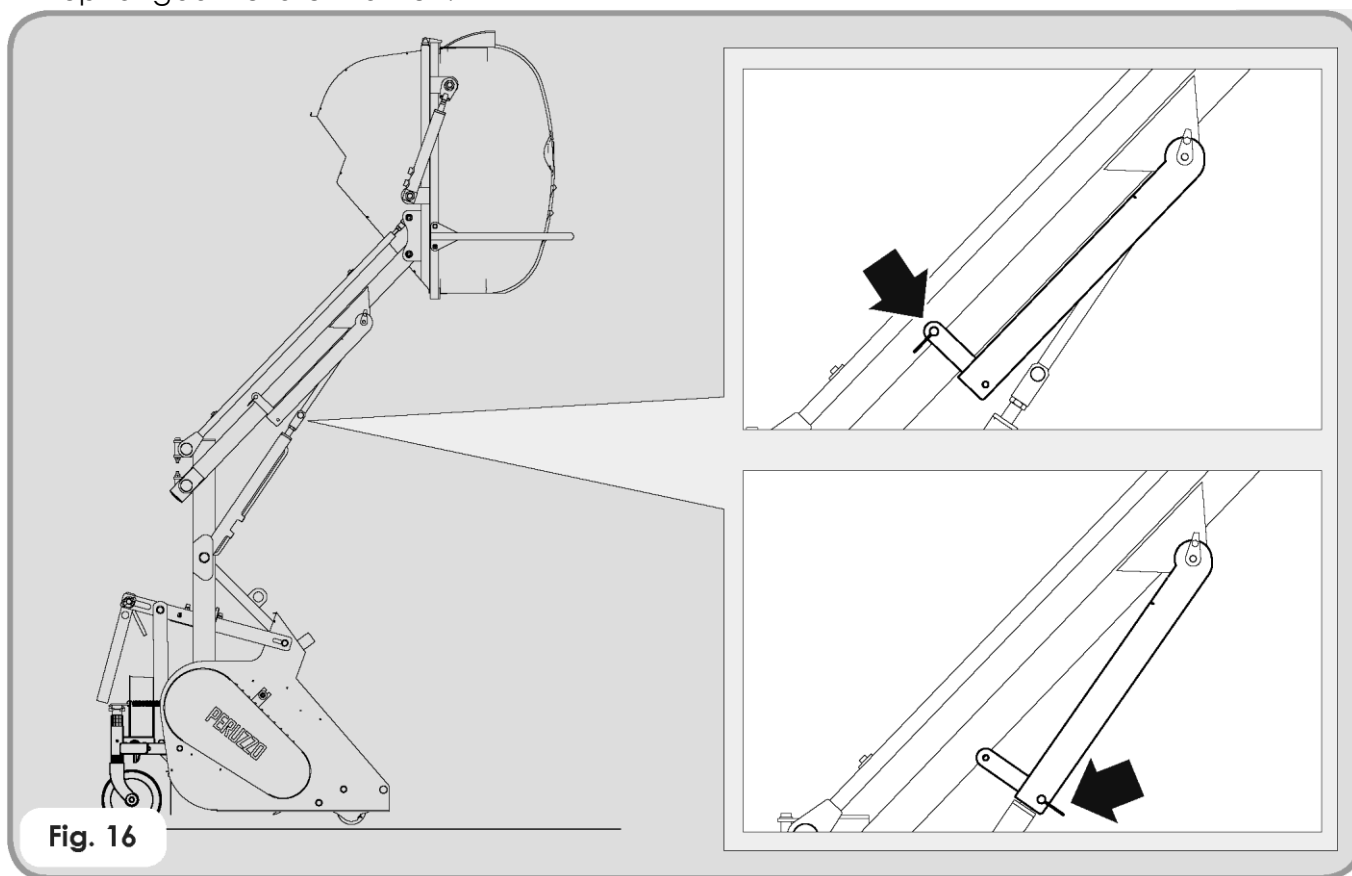

Fig. 16
- Blokker beide hydraulische hefinrichtingen (zie **fig. 16**).